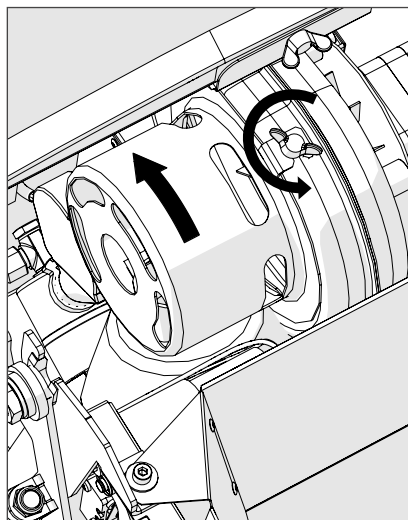

Bild 10
4. Lossa skruvarna från fläktanslutningen (bild 10).